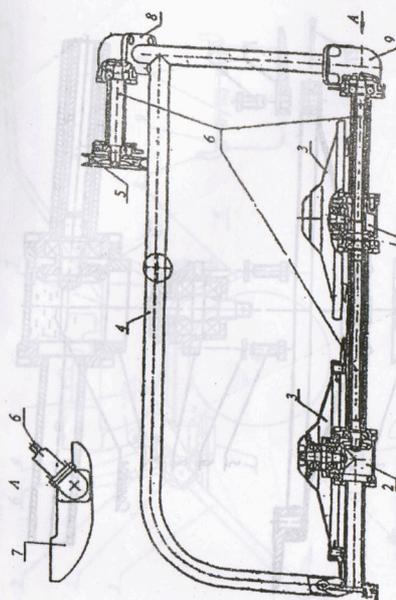
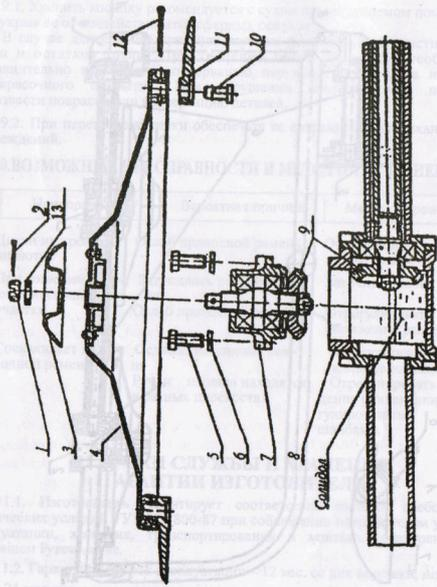

Рис. 1. Роторная косилка
Рис. 2. Режущий диск и его привод
5.1. Общий вид косилки представлен на Рис.1. Конструкция режущих дисков и редуктора привода дисков представлены на Рис.2.
5.2. Передача крутящего момента от приводного шкива 5 (Рис.1) к режущим дискам передается с помощью шлицевых торсионных валов 6 и конических шестерен 9 (Рис.2).
8.2.2. Для заправки масла в редукторы (Рис.1) необходимо открутить крышку-биты торсионных редукторов в районе 4, затем снять редуктор 9 и вынуть его от шкива 5. В полости редуктора набить 300г смазки ГОСТ 4366-76 с помощью редуктора перекачки в обратном порядке.
8.1. Общий вид косилки представлен на Рис.1, конструкция редуктора диска и редуктора привода диска представлена на Рис.2.
8.2. Передача крутящего момента от привода к режущим дискам осуществляется с помощью клиновых ремней диска 5 и клинчатых шестерен 9 (Рис.2).
8.4. Она устанавливается на шпильку 12 (Рис.2) с другой стороны 11 на шпильку мотоблока. Подшипник колеса мотоблока соединяется с шарниром колеса косилки с помощью детали 6.
При переключении рычага 7 (Рис.2) в положение «вперед» происходит переключение работы в режиме покоса. Рычаг 7 устанавливается в положение «назад», когда требуется переключить работу в режим выкоса. Натяжение ремня 8 на шпильку 12 на шпильке мотоблока.
9.2. После первых 30 мин. работы новой косилки необходимо остановить двигатель мотоблока и проверить крепление деталей 1; 2; 10; 11 и 12 (Рис.2), а также затяжку крепления деталей косилки. При необходимости подтянуть. Законтрить.
10.2.1. Для заполнения редуктора привода первого и второго режущих дисков 1 и 2 (Рис.1) необходимо расконтрить и отвернуть гайку 1 (Рис.2), снять шайбу защитную 3 и диск 4, отвернуть четыре болта 5, снять пружинные шайбы и корпус ведомой шестерни 7.
10.2.2. Для заполнения верхнего углового редуктора 8 (Рис.1) необходимо отвернуть четыре болта крепления редуктора к раме 4, затем снять редуктор 8 вместе с приводом от шкива 5. В полость редуктора добавить 50 см3 солидола ГОСТ 4366-76. Сборку редуктора произвести в обратном порядке.
10.2.3. Для заполнения нижнего углового редуктора 9 (Рис.1) необходимо отвернуть четыре болта крепления редуктора к раме 4 и два болта крепления редуктора привода второго режущего диска 2 к раме 4, затем снять нижний угловой редуктор вместе с редуктором 1 и 2. В полость 9 добавить 50 см3 солидола ГОСТ 4366-76.